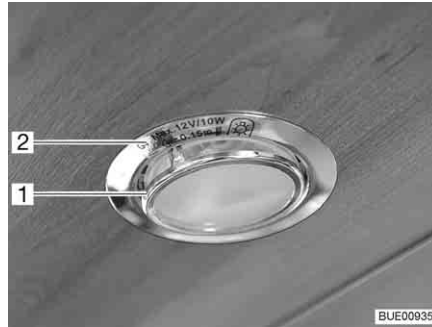

Bild 268 Infälld halogenlampa (platt)
Den infällda halogenlampan (Bild 268,2) är monterad i ramen.
- Lyft av den inre täckringen med glasskiva (Bild 268,1) med ett lämpligt verktyg (t. ex. en skruvmejsel) från lamphuset.